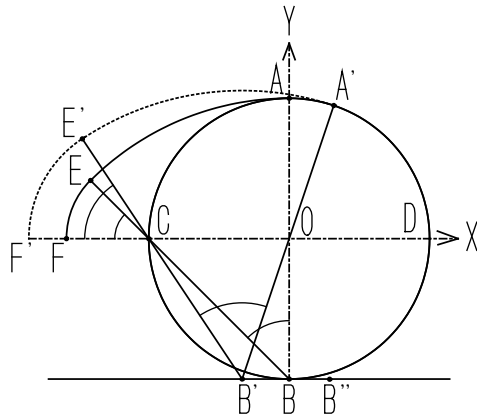

図1 三円法による描き方
図1に定規とコンパスだけで描くことができる江戸時代から伝わる伝統の描き方¹⁾を示します。まず、X-Y平面において、①原点Oを中心にOAを半径とする円を描きます(第1円と呼ぶ)。②線分ABを半径とする円弧を、点Bを中心に点Aから線分BCの延長上にある点Eまで描きます(第2円弧と呼ぶ)。③線分CEを半径とする円弧を点Cを中心に点Fまで描きます(第3円弧と呼ぶ)。これで上半分が描けます。同様